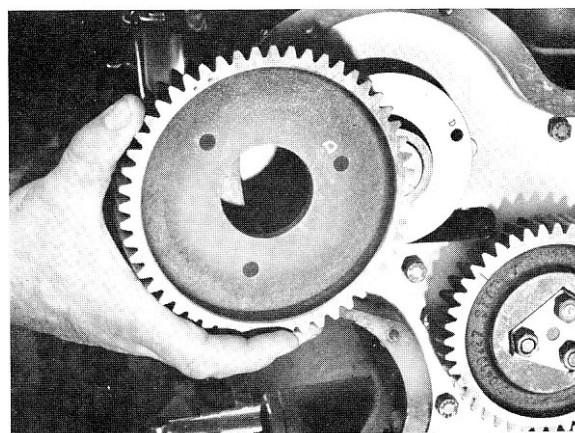

Fig. 9
**Nota.** — Vérifier l'existence des repères (D) à proximité d'un des trous de fixation. Si ceux-ci sont inexistant, en prévoir pour le remontage (voir fig. 9, page B 13).
- 2° Le pignon intermédiaire supérieur étant démonté, présenter le pignon sur l'arbre à cames en s'assurant que les repères « D » correspondent (fig. 9).